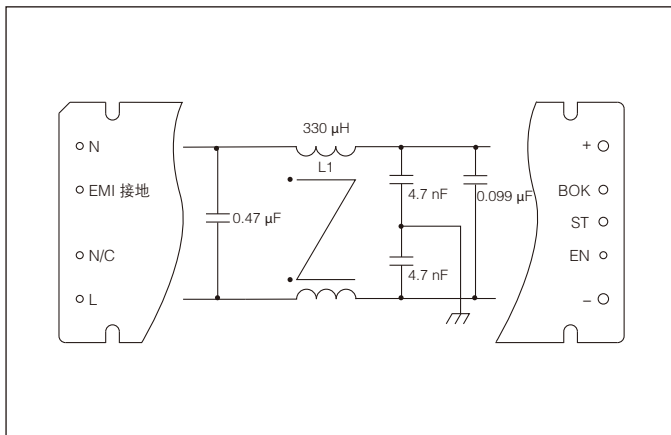

图 8-6 内置的滤波电路
**滤波器** (图 8-6) 内置的输入滤波电路包括共模电感, 接在电源线与地线之间的 Y-电容和接在两条电源线之间的 X-电容, 在 100 kHz 到 30 MHz 频带内, 该滤波电路具有足够的共模和差模插入损耗。